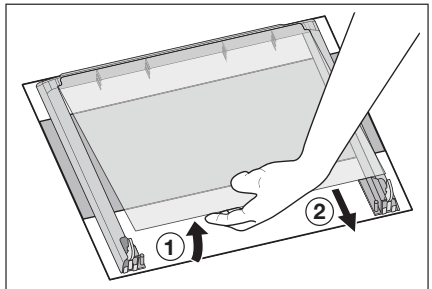

Fig. 31
9. Soulevez doucement et sortez délicatement la vitre de dessus (Fig. 31).